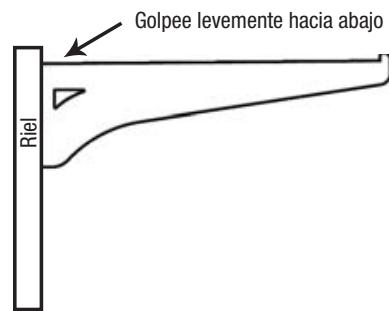

Figura 2
PASO 3: Una vez montados los rieles, inserte cada Ménsula de 20,32 cm a la altura deseada y golpee levemente hacia abajo cada soporte con un martillo, como se muestra en la **Figura 2**.